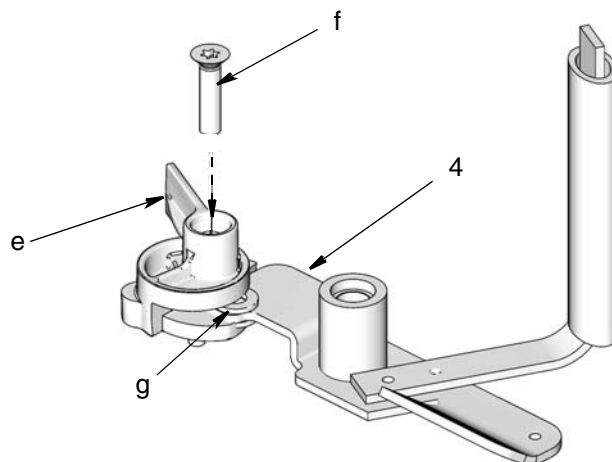

FIG. 11
- d. Allineare il foro (m) nella parte superiore della pala a livello basso (e) al foro al centro delle rondelle (g) e alla pala di mescolamento (4) (FIG. 11).
delle rondelle (g) e la base della pala di mescolamento (4) (FIG. 11).